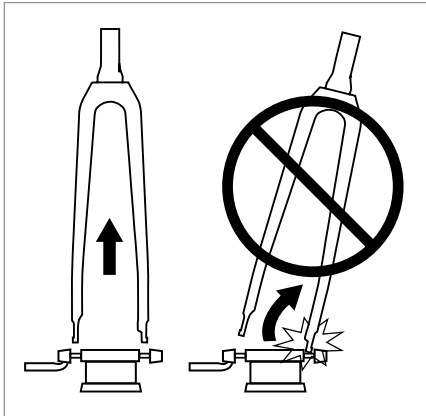

Abbildung 12
2. Um das Fahrrad herauszunehmen, heben Sie die Gabel gerade nach oben, damit die Ausfallenden sich gleichmäßig lösen. Wenn Sie das Fahrrad beim Herausnehmen aus dem Träger verkannten, können die Ausfallenden beschädigt werden (Abbildung 12).